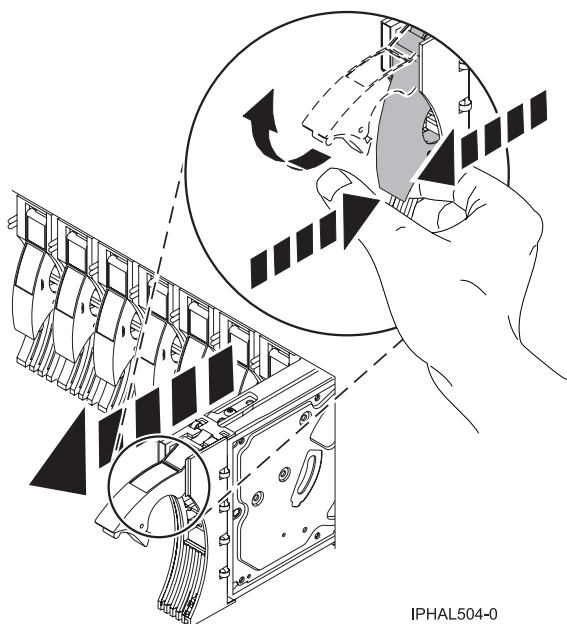

Figure 20. Retrait d'une unité de disque du système
1. Déverrouillez la poignée de l'unité en appuyant dessus et en la tirant vers vous (voir figure 20, à la page 36). Si la poignée n'est pas complètement sortie, vous ne pouvez pas retirer l'unité de disque ou l'unité SSD de l'unité centrale ou de l'unité d'extension.